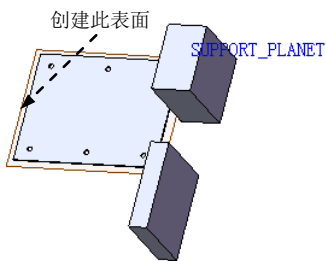
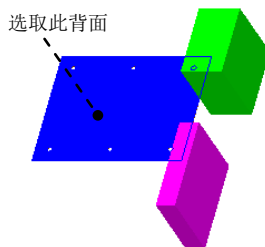

图 17.3.2 创建 `SUPPORT_PLANET` 基础平面
图 17.3.3 选取参考实体
Step1. 创建图 17.3.2 所示的 `SUPPORT_PLANET` 基础平面。
(1) 选择下拉菜单 **插入(I)** → **参考几何体(G)** →  **基准面(P)...** 命令。
(2) 选取图 17.3.3 所示的模型背面作为参考实体。在  后的文本框中输入数值 5.0。
(3) 单击对话框中的  按钮。
(4) 编辑基准面 1 的特征属性。在设计树  **基准面1** 上右击,在系统弹出的快捷菜单中单击  **特征属性... (Q)** 选项卡,系统弹出“特征属性”对话框,并在 **名称(N):** 文本框中输入 `SUPPORT_PLANET`,单击 **确定** 按钮,完成 `SUPPORT_PLANET` 基础平面的创建。